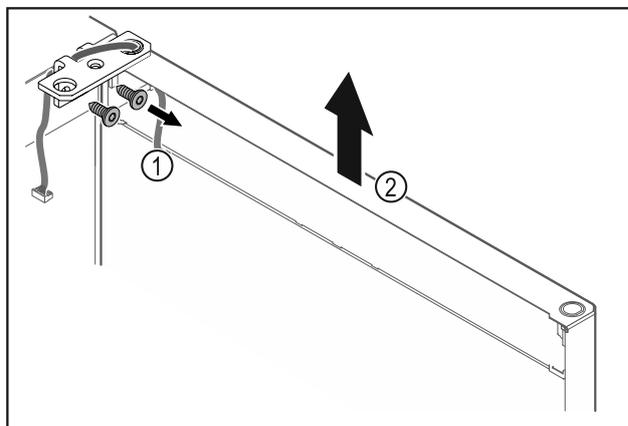

Fig. 19
- Noskrūvējiet lokāmos kronšteinus Fig. 19 (1).
- Paceliet durvis kopā ar lokāmajiem kronšteinu Fig. 19 (2) apmēram 200 mm taisni uz augšu un noņemiet tās.